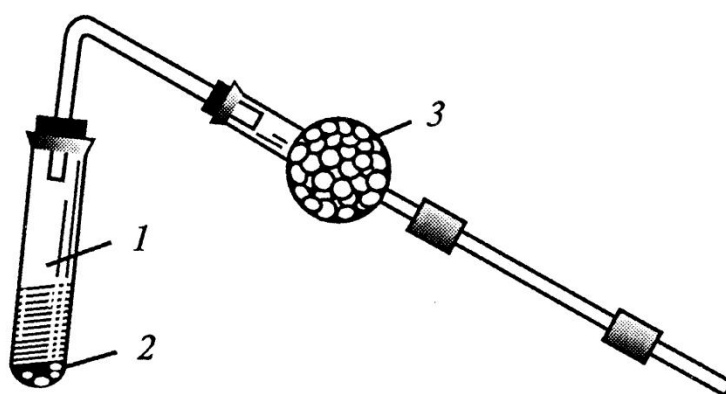

Рис.2. Прибор для получения этилена: 1 – пробирка с реакционной смесью, 2 - кипяильники, 3 –хлоркальциевая трубка с натронной известью.
1. Пробирку 1 закрепите в штативе. Подготовьте пробку с газоотводной трубкой 2 (рис. 2).
2. Заранее приготовьте пробирку-приёмник, в которую налейте 0,5-1 мл аммиачного раствора хлорида меди (I). Можно вместо пробирки-приёмника использовать полоску фильтровальной бумаги, смоченную этим раствором.
3. В пробирку 1 поместите кусочек карбида кальция размером с горошину. Добавьте 1,5 – 2 мл воды. Сразу же начинается выделение газообразного ацетилена. Закройте отверстие пробирки 1 пробкой с газоотводной трубкой и конец трубки погрузите в пробирку-приёмник или внесите в отверстие пробирки 1 полоску фильтровальной бумаги, смоченной аммиачным раствором хлорида меди (I).